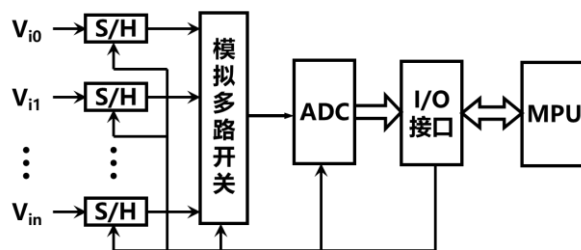

图 T.1 多路模拟输入通道结构示意图
3. (6分) 图 T.1 为一多路模拟输入通道的结构示意图，试分析说明：该多路模拟输入通道的结构特点是什么？图中 I/O 接口应具有哪些功能（不考虑延时等待式接口）？